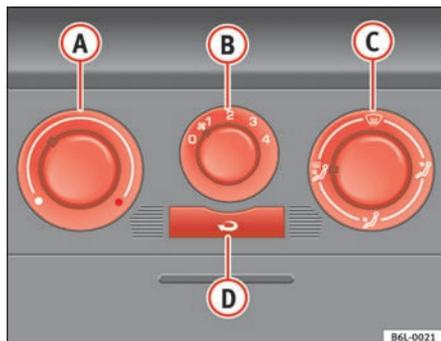

Fig. 90 Mandos de la calefacción en el tablero de instrumentos
- Con los reguladores ⇒ fig. 90 **A** y **C** y con el mando **B** se regula la temperatura, la distribución del aire y la velocidad de la turbina.